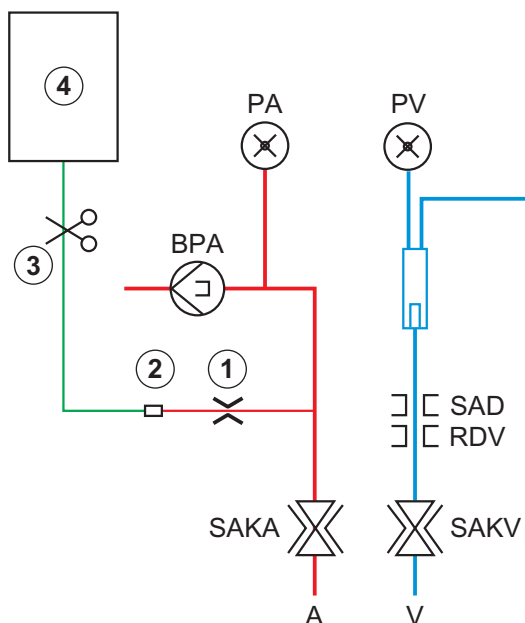

Fig. 6-10 Predisposizione per il bolo arterioso
Se si utilizza un'apparecchiatura HD, occorre collegare la linea di infusione a una sacca di NaCl tramite il raccordo a Y del sistema di linee ematiche (vedere Fig. 6-10 Predisposizione per il bolo arterioso (151)).
3. Collegare la sacca di infusione contenente soluzione fisiologica (Fig. 6-10, ④) allo stativo.